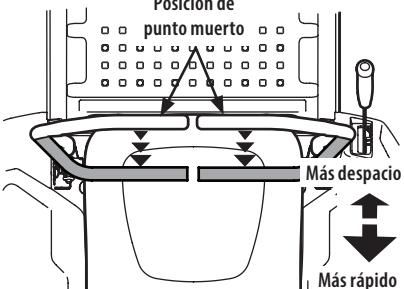

Figura 25
1. Mueva las dos palancas de control de la transmisión de barras de seguridad lenta y uniformemente hacia atrás. El tractor comenzará a moverse hacia atrás (Figura 25).